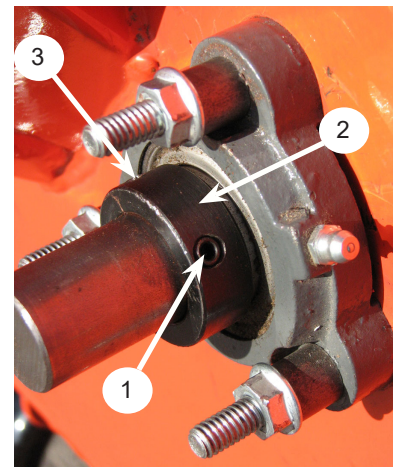

Figura 5.6, Rodamiento de rotor
2. Afloje los tornillos de ajuste (1) sosteniendo los collares de bloqueo (2) en los rodamientos del rotor.
3. Use un punzón y martillo en un orificio de punzón (3) para dar golpecitos en los collarines de sujeción en dirección opuesta a la rotación normal. (Figura 5.6)